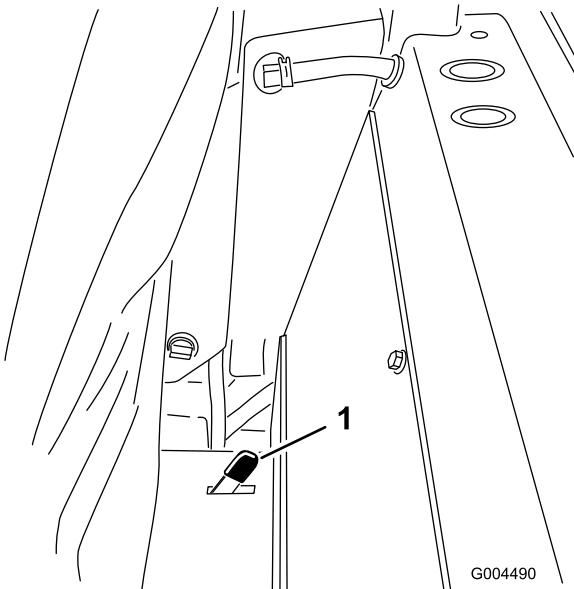

Figure 19
- Poussez un des verrous du siège, situés derrière et sur les côtés du siège, en arrière pour déverrouiller le siège et tirez le haut du siège en avant (Figure 19).